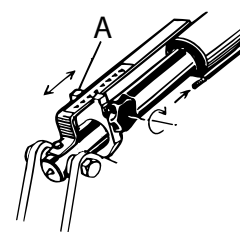

Рис. 11.5
Если регулировка глубины сева не запрограммирована для регулятора заглубления «Interactive Depth Control», глубину сева можно отрегулировать вручную, установив упор-ограничитель (A) в нужное положение. См. “Рис. 11.5”.